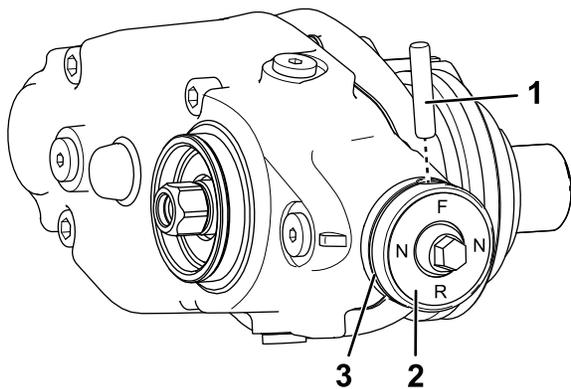

图15
- A. 从离合器旋钮上取下 O 形圈图15。
- B. 卸下将离合器旋钮固定到致动器轴上的安全销图15。
- D. 用安全销将离合器旋钮固定到致动器轴上图15。